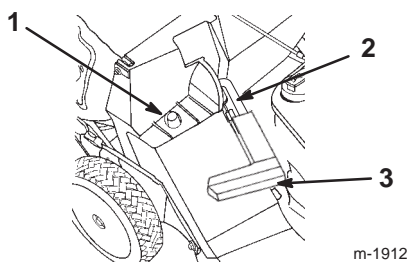

Figure 13
2. Vérifiez que la poignée du volet d'éjection est complètement abaissée vers l'avant et que le goujon est bien engagé dans son logement (Fig. 13).
3. Accrochez le cadre du sac par le trou sur l'ergot de retenue situé sur l'éjecteur (Fig. 13).
2. Soulevez la poignée du volet d'éjection et poussez-la vers l'avant jusqu'à ce que le goujon s'engage dans son logement (Fig. 13).